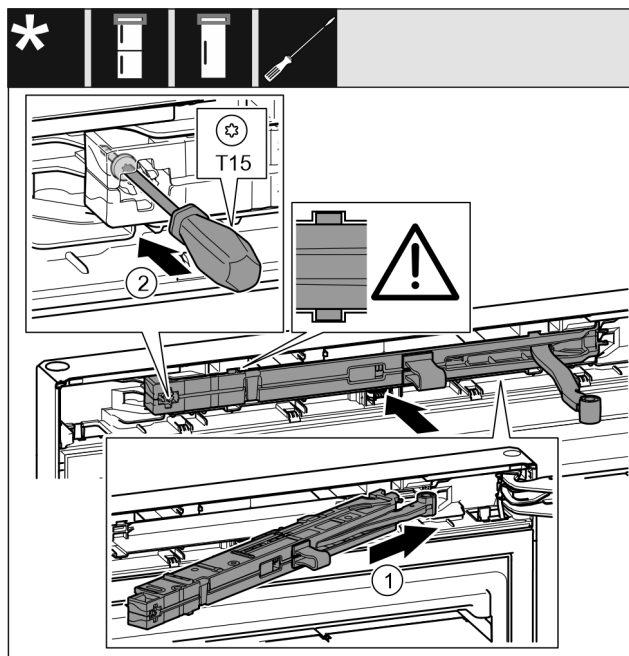

Fig. 20
- ▶ Вставьте узел амортизатора в выемку со стороны опорного кронштейна под наклоном до упора. Fig. 20 (1)
- ▶ Затяните винт отверткой T15. Fig. 20 (2)